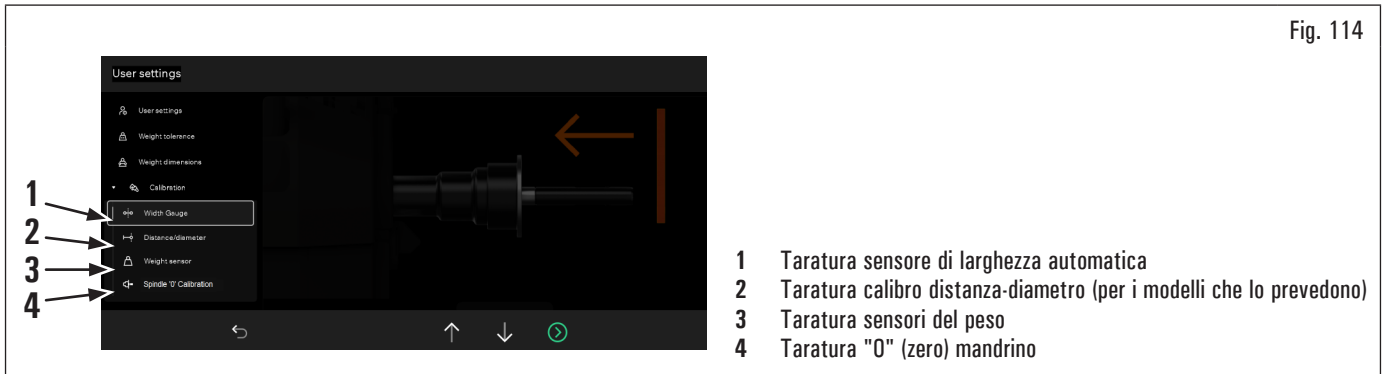

Fig. 114
Premendo l'icona (Fig. 114 rif. 1) comparirà sul monitor la seguente videata:
Premendo l'icona (Fig. 114 rif. 2) comparirà sul monitor la seguente videata:
1. premendo l'icona (Fig. 114 rif. 4) comparirà sul monitor la seguente videata:
1. Premendo sull'icona (Fig. 114 rif. 3) comparirà sul monitor la seguente videata:
Premendo l'icona (Fig. 114 rif. 4) comparirà sul monitor la seguente videata: